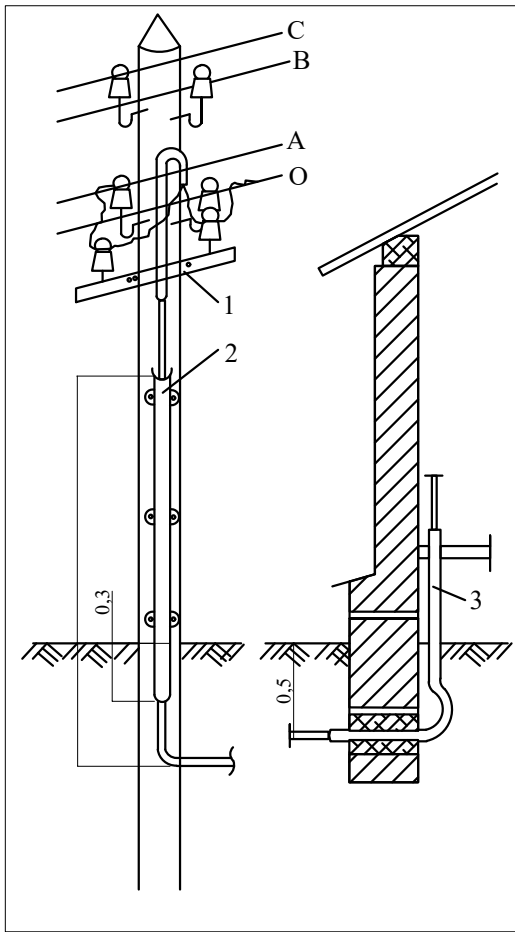

Рис. 1. Подземный ввод кабеля в здание.
2. Для ввода кабеля в здание (рис. 1) в стенке фундамента на глубине не менее 0,5 м пробивают отверстие. В него пропускают трубку диаметром в 1,5–2 диаметра кабеля (но не менее 5 см). Длину трубки подбирают с таким расчетом, чтобы она проходила сквозь всю толщину стенки фундамента и имела выступы с обеих сторон: на 5 см внутри здания и на 60 см снаружи. Трубку укладывают с уклоном в сторону наружной траншеи (приблизительно 5°) и тщательно изолируют (уплотняют цементным раствором с песком, глиной или кабельной пряжей, смоченной маслом), что исключает попадание воды в здание. Через одну трубку можно вводить только один кабель, а если ввод осуществляется несколькими кабелями, для каждого в стенку фундамента монтируется отдельная трубка.